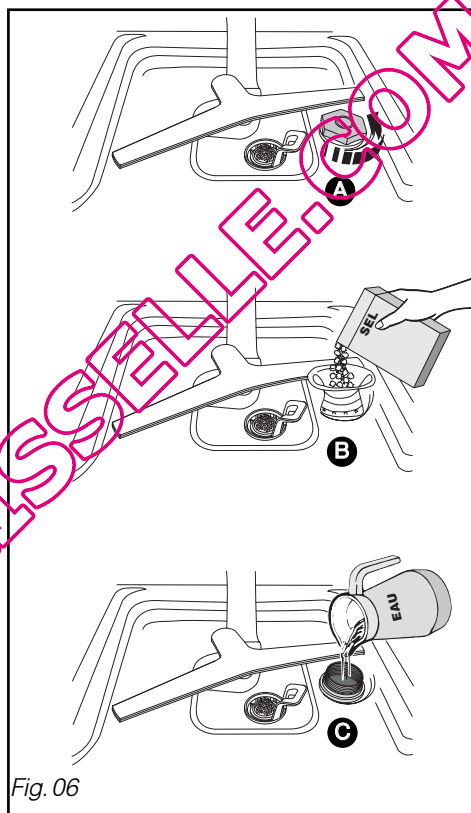

Fig. 06
• **Le chargement du sel régénérant. (Fig. 06)**